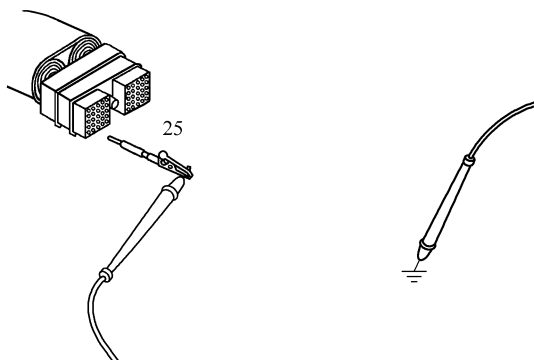

图 5-272 测量触针 25 与机体间的电阻
② 测量执行器线束插头触针 25 与机体间的电阻, 如图 5-272 所示, 电阻应大于 $100\text{k}\Omega$ 。如果电路不是开路, 则存在对地短路。